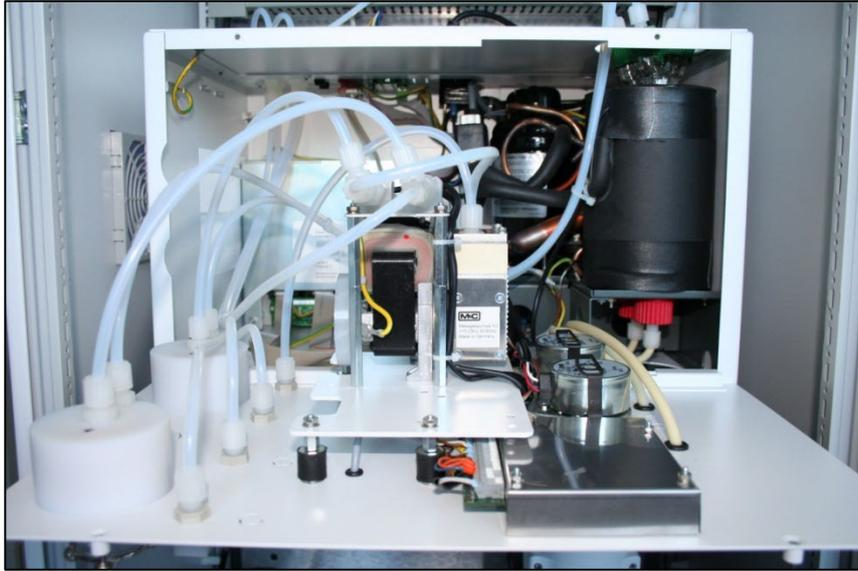

Abbildung 12 Wartung Messgaspumpe(n)
2. 4 Schrauben (unverlierbar) an der Frontplatte lösen und ohne Entfernen der Verschlauchung und Verdrahtung leicht nach vorne aufklappen und nach oben aus der Gehäusehalterung ziehen; die Frontplatte kann jetzt um 90° gedreht wieder in die Gehäusehalterung eingehängt werden (siehe Abbildung 12).